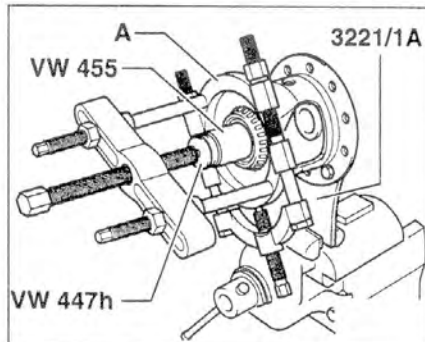

Рис. 5.112. Извлеките оба внутренних кольца конических роликовых подшипников с помощью съемника А.
2. Извлеките оба внутренних кольца конических роликовых подшипников с помощью съемника А (рис. 5.112).